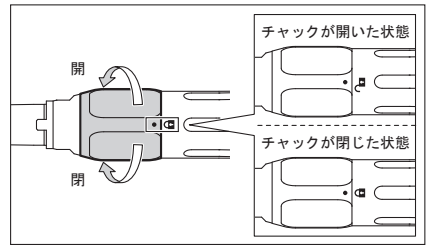

図 5
- 1) チャック開閉リングを""の方向に「カチッ」と音がするまで回します（図5）。
**警告** ・切削バーを固定した後、●印と""印があることを確認してください（図5）。●印と""印がずれた位置で回転させるとハンドピースが発熱し、火傷をすることがあります。